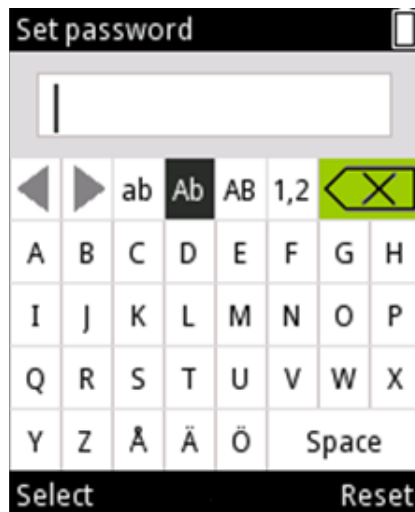

図 D53
3. **Set password**(パスワードの設定)テキストエディタから  バックスペースマークを選択し、テキスト入力フィールドが空になるまで (図 D53)  (Select(選択)) を数回押します。